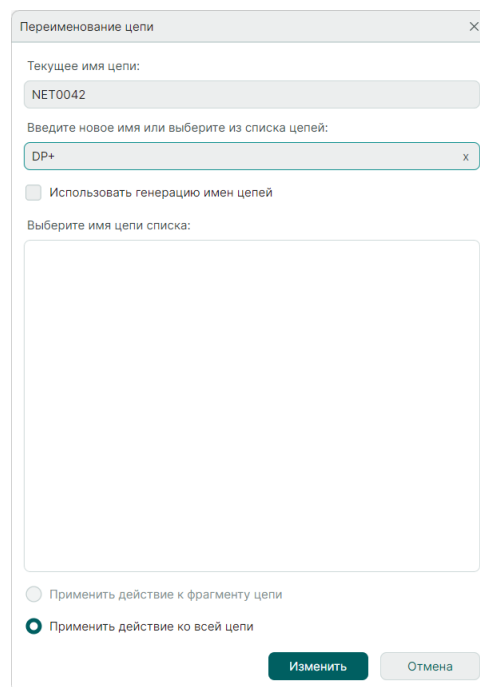

Рис. 132 Переименование первой цепи для создания диффпары
3. В окне «Переименование цепи» в поле «Введите новое имя или выберите из списка цепей» введите имя с суффиксом «+» или «_P» (сохраненные в системе в окне «Панель управления» суффиксы для формирования диффпары) в конце имени, см. Рис. 132.